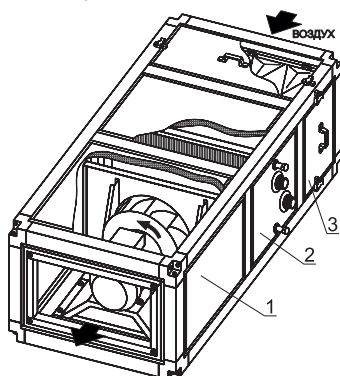

Рисунок 14
Секции моноблока (рис.14) состоят из блока вентилятора (1), водяного воздухонагревателя (2) (2-х или 3-х рядного) и фильтра (3). Конструкция, технические характеристики, особенности монтажа и эксплуатация составляющих блоков аналогичны входящим в него одиночным секциям.
Подключение труб подвода теплоносителя к теплообменникам водяных воздухонагревателей и воздухоохладителей для повышения их мощности - производится по схеме противоточного подключения (рис. 14). Рекомендуется установить сетчатый фильтр на входной патрубок для исключения засорения теплообменника и запорные вентили для его отключения при обслуживании.